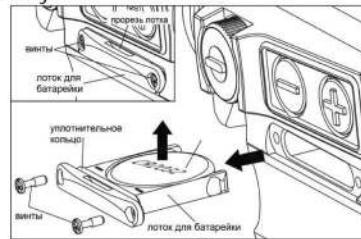

рис. 2-1
- 1] Извлечение батарейки [см. Рис. 2-1]: